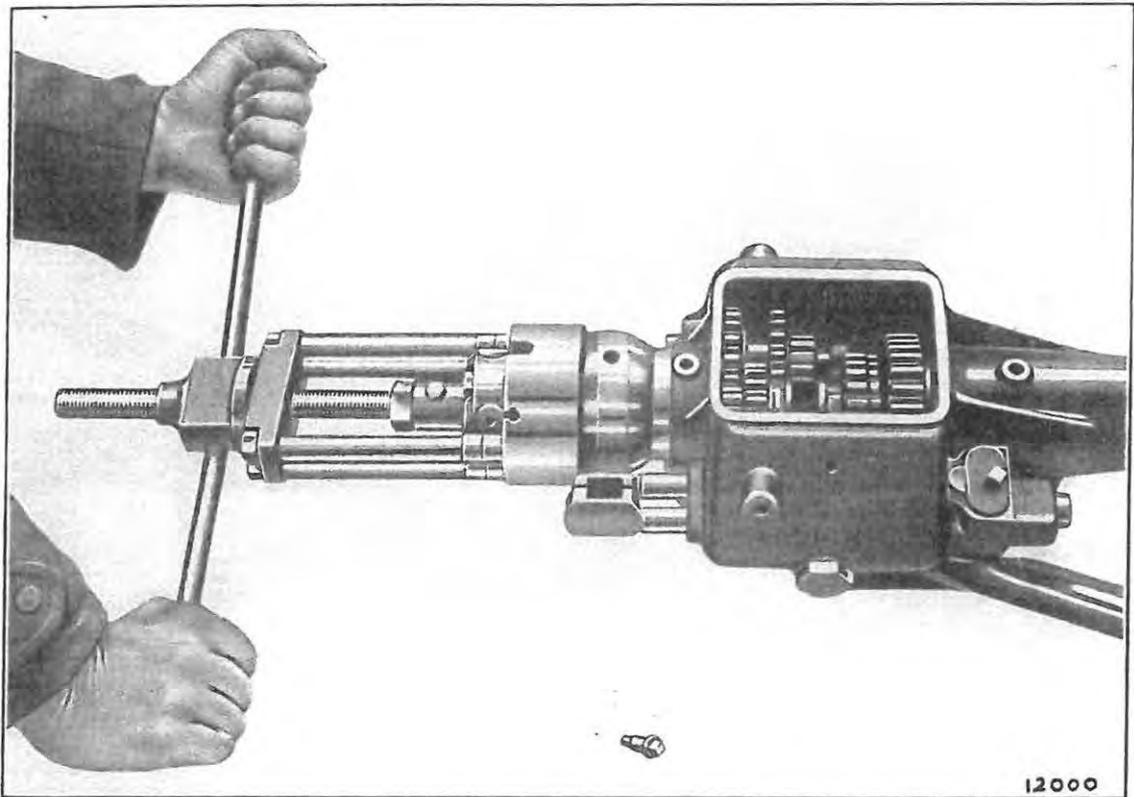

Fig. 51. — Démontage de l'arbre central.
3. Enlever l'arbre central et le coussinet avant (fig. 51).